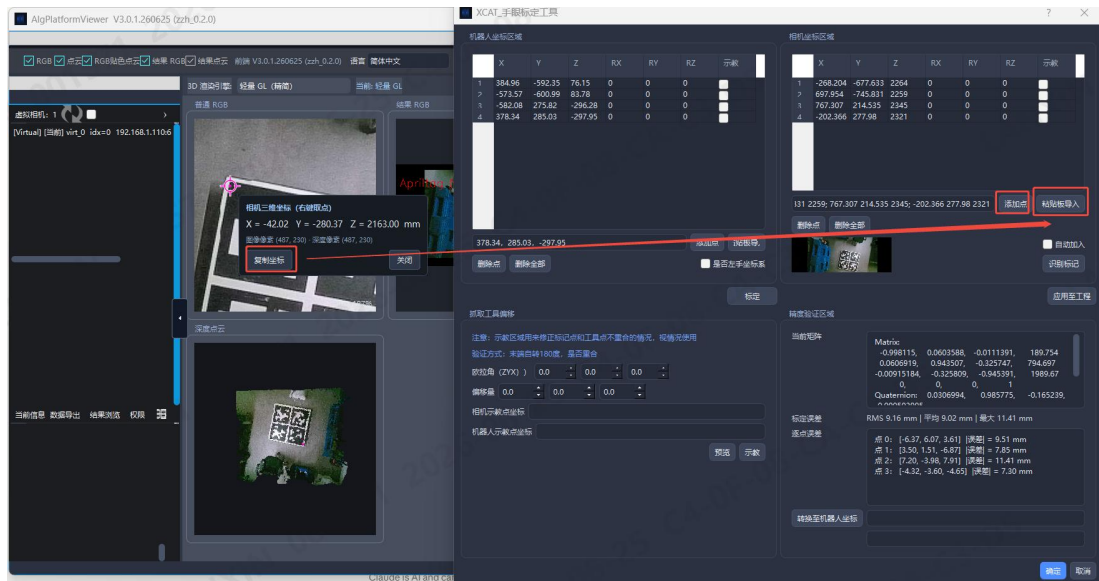

图 8 手动标定（棋盘格角点取坐标）
- 在主界面「普通 RGB」图像中右键点击棋盘格角点复制其坐标（见图 8），再到手眼标定界面「相机坐标区域」通过剪贴板粘贴导入该点的相机坐标（X, Y, Z 格式，数值之间用「,」分隔），点击「添加点」。